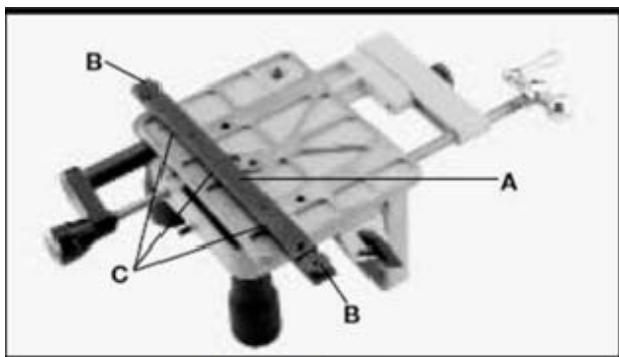
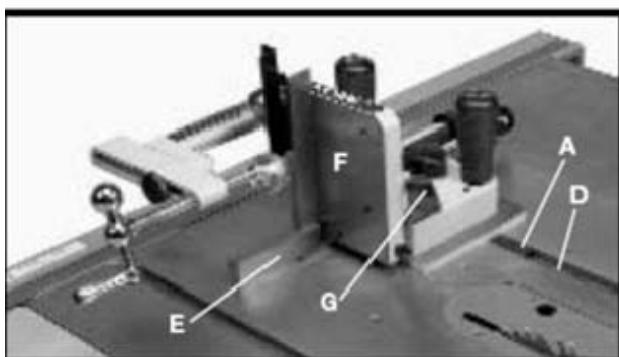

Рисунок 12
Рисунок 13
1. Шипорезное устройство оснащено регулируемой направляющей планкой (A), Рис. 12, позволяющей подстраиваться под пилу, устранивая поперечный люфт. На концах направляющей планки (A) имеются специальные шайбы (B) для удержания устройства во время работы. **ПРИМЕЧАНИЕ:** шайбы (B) необходимо снимать, если на столе нет Т-образного паза.
2. Вставьте направляющую планку (A), Рис. 13, в левый паз (D), как показано на рисунке, и подвигайте устройство вдоль паза вперед-назад, чтобы убедиться в отсутствии поперечного люфта. Если люфт отсутствует, и устройство легко перемещается по пазу, нет нужды в дополнительных настройках. Если же при перемещении возникает поперечный люфт, или устройство при этом заклинивает, выполните следующее:
2. Используя шестигранный ключ на 2,5 мм (не показан), поверните винты (C), Рис. 12, по часовой стрелке для устранения люфта, или против часовой стрелки для более свободной посадки направляющей планки (A), Рис. 13, в пазу (D). Установите шипорезное устройство обратно на станок и проверьте правильность регулировки.
1. Вставьте направляющую планку (A), Рис. 12, в левый паз стола.
2. Точным угольником (E), Рис. 13, проверьте, расположен ли вертикальный упор (F) под прямым углом к столу. Если требуется регулировка, ослабьте запорную рукоятку (G), сместите упор (F) так, чтобы угол относительно стола был прямым, и затяните рукоятку (G).